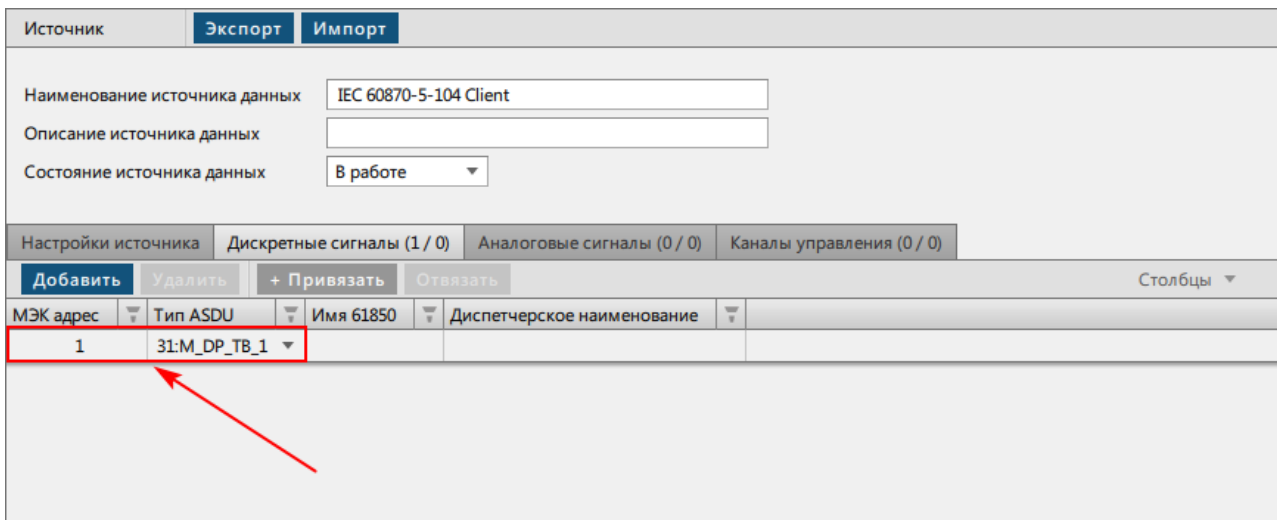

Рисунок 258 - Область для изменений значений
- Отредактируйте значения **МЭК адрес** и **Тип ASDU** в соответствии с данными на устройстве нижнего уровня (Рисунок 258).